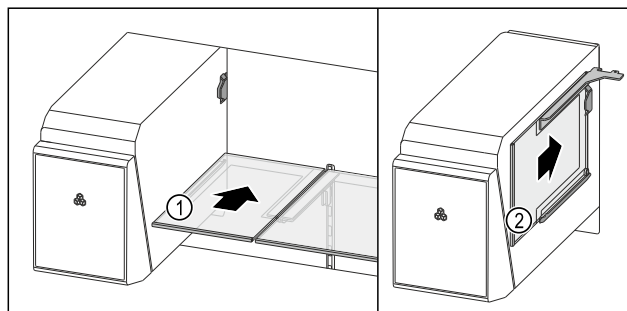

Fig. 146
- Umetnite policu u tvornički isporučeno mjesto Fig. 146 (1).
- Umetnite policu u mjesto Fig. 146 (2).